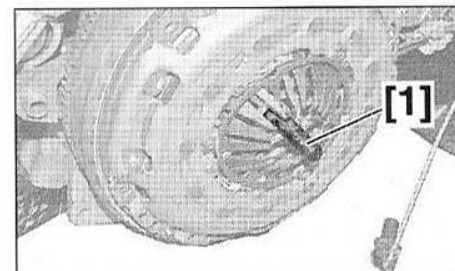

FIG.4
- Mettre en place le mandrin de centrage [1] (Fig.4).